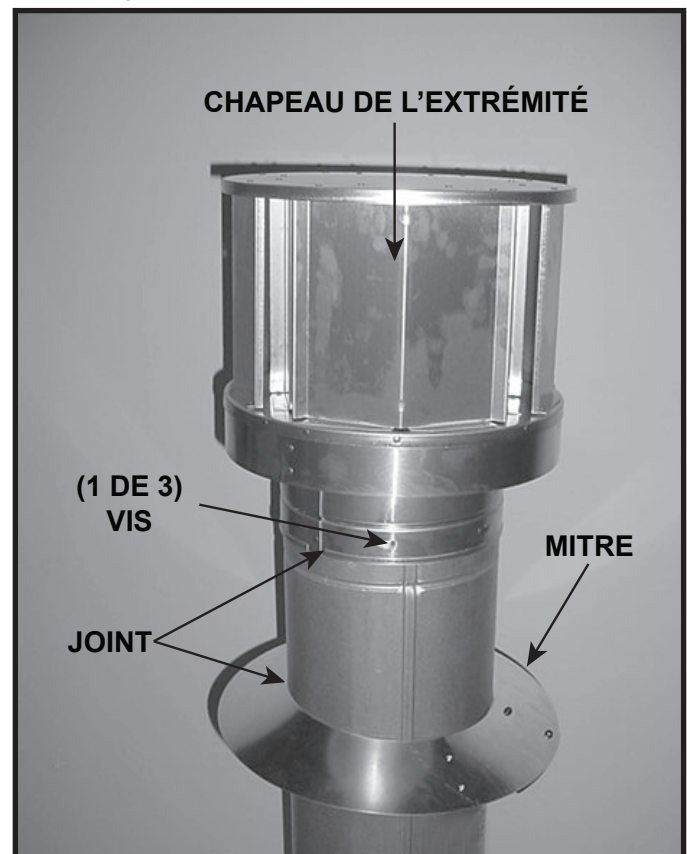

Figure 7.13
- Scellez autour de la partie supérieure de la mitre. Voir la figure 7.13.
- Fixez le chapeau de l'extrémité en introduisant les trois vis autotaraudeuses (fournies) dans les trous de guidage du col extérieur, jusqu'à l'extérieur de la cheminée du conduit. Voir la figure 7.13.